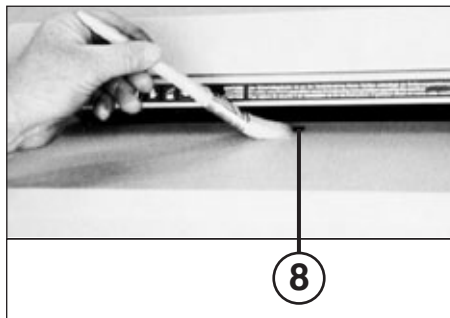

Abb. 5
REINIGUNG DER FOTOZELLEN (8) (Abb. 5): Sollten Papierstücke im Einlaßschlitz zum Liegen kommen (z. B. nach einem Papierstau) ist es möglich, daß das Gerät durch die „belegte“ Lichtschranke nicht mehr ausschaltet. Sie können die Papierstücke entfernen, bzw. die Fotозelle reinigen, indem Sie dem Schneidwerk ein weiteres Blatt Papier zuführen, oder die Maschine auf Rückwärtslauf schalten und mit einem Pinsel kurz über die beiden „Augen“ der Fotозelle wischen.